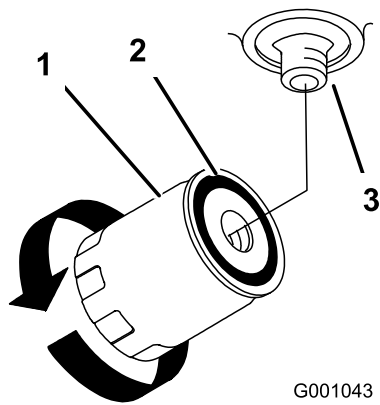

図 75
- オイルフィルタを外し、フィルタのアダプタのガスケットの表面をきれいに拭く 図 75。
- ガスケットがアダプタに当たるまで手でねじ込み、そこから更に 1/2 回転増し締めする (図 75)。